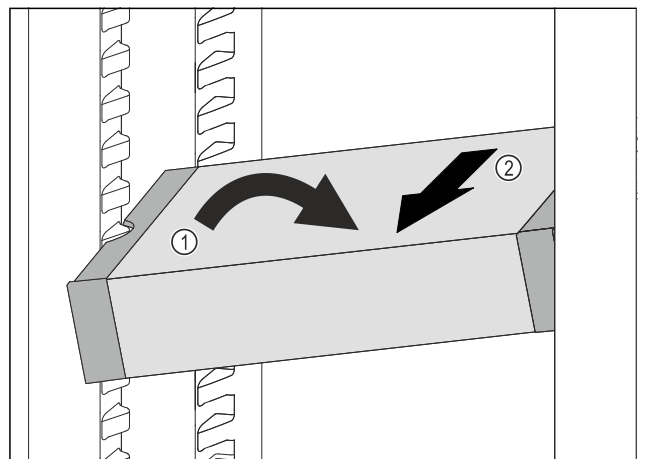

Fig. 114
- ▶ Állítsa ferde helyzetbe a VarioSafe-fiókot a hűtőrészben. Fig. 114 (1)
- ▶ Előrefelé vegye ki a VarioSafe-fiókot. Fig. 114 (2)